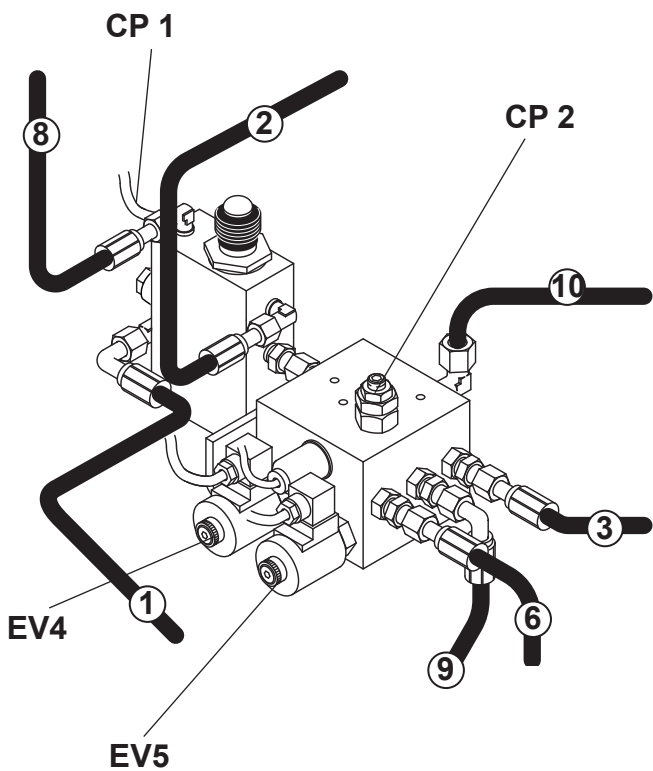

Fig. 14
- Collegare il tubo (8) alla valvola e al cilindro (A).
- Collegare i tubi di drenaggio (4 e 5) alla centralina (11) mediante il tubo (7).
- Riempire il serbatoio (12) con olio ESSO NUTO H32 od equivalente (Qt.).
- Collegare i cavi elettrici presenti centralina alle elettrovalvole **EV4-EV5** e ai pressostatti **CP1-CP2** (fig. 14).
- Connect the pipe (8) to the valve and to the cylinder (A).
- Connect the drain pipes (4 and 5) to the control unit (11) by means of pipe (7).
- Fill the tank (12) with ESSO NUTO H32 oil or equivalent (Qt.).
- Connect the cables in the control unit to the solenoid valves **EV4-EV5**, to the pressure gauges **CP1-CP2** (fig. 14).
- Das Rohr (8) am Ventil und am Zylinder (A) anschließen.
- Die Abflussrohre (4 und 5) mit dem Rohr (7) am Steuergerät anschließen (11).
- Den Tank (12) mit Öl ESSO NUTO H32 oder gleichwertigem füllen (Menge).
- Die im Schaltschrank vorhandenen Kabel an die Elektroventile **EV4-EV5**, an die Druckwächter **CP1-CP2** und die Polung berücksichtigen (fig. 14).
- Raccorder le tuyau (8) à la vanne et au vérin (A).
- Raccorder les tuyaux de drainage (4 et 5) au pupitre de commande (11) à l'aide du tuyau (7).
- Remplir le réservoir (12) avec de l'huile ESSO NUTO H32 ou avec de l'huile équivalente (Qt).
- Connecter les câbles du pupitre de commande aux électrovalves **EV4-EV5**, aux pressostats **CP1-CP2** (fig. 14).
- Conectar el tubo (8) a la válvula y al cilindro (A).
- Conecte los tubos de drenaje (4 y 5) a la unidad de control mediante el tubo (7).
- Llene el depósito (12) con aceite ESSO NUTO H32 o equivalente (Cant.)
- Conecte los cables situados en el panel de mando a las electroválvulas **EV4-EV5**, a los presostatos **CP1-CP2** (fig. 14).